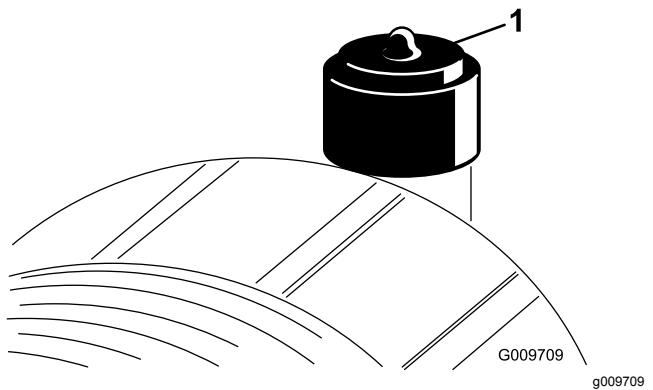

図 88
エアクリーナのフィルタの整備は、インジケータが赤色になってから行ってください図 88。早めに整備を行っても意味がありません。むしろフィルタを外したときにエンジン内部に異物を入れてしまう危険が大きくなります。
2. インジケーター図 88 が赤になっている場合はリセットする。